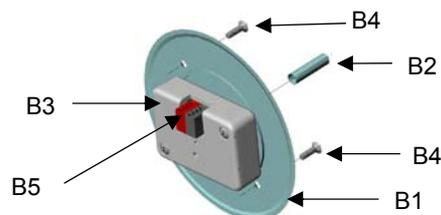

Bild 2: Montage des UP 255/11
Montage und Demontage des UP 255/11: siehe Bild 2
- Der UP-Helligkeitsregler UP 255/11 wird in Gerätedosen mittels der mitgelieferten Schraubbefestigungen (ohne Krallen) eingebaut (siehe Bild 2).